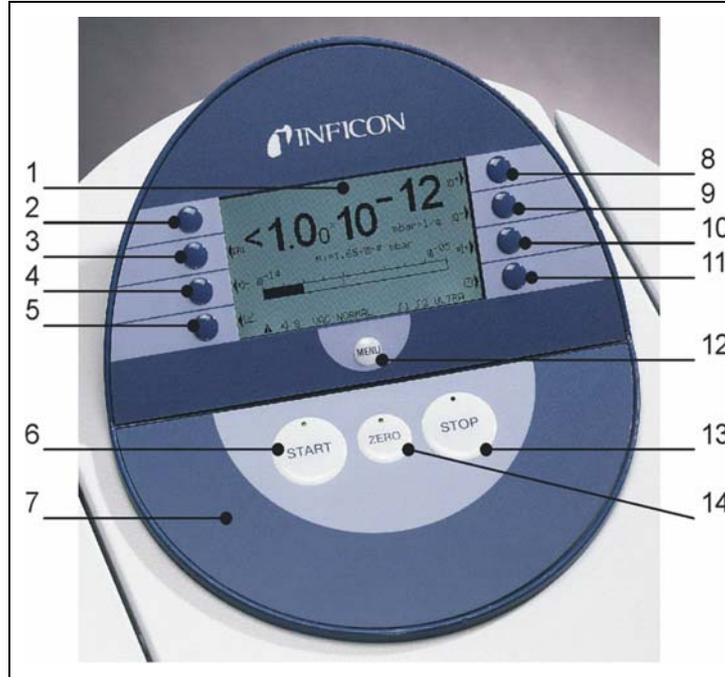

Abb. 4-2 Bedieneinheit
Die **Bedieneinheit** Abb. 4-2/7 enthält ein Flüssigkristalldisplay (LC Display), die **START**, **STOP**, **ZERO** (*Untergrundunterdrückung*) und **MENU** (*Menü*) Tasten sowie acht weitere Tasten für die verschiedenen Menüs und Eingaben.
Die LCD Anzeige Abb. 4-2/1 stellt die Kommunikationsschnittstelle mit dem Gerätebediener dar. Über die Bedieneinheit werden Leckraten, Statusmeldungen des Dichtheitsprüfgeräts, Meldungen, Warnungen und Fehlermeldungen ausgegeben.
Die Betätigung der START Taste Abb. 4-2/6 aktiviert den UL1000 und UL1000 Fab so, dass er mit den Messungen beginnt. Wird im Messmodus die START Taste nochmals betätigt, wird die maximale Leckratenanzeige (Haltefunktion) aktiviert. Es wird dann die maximale Leckrate angezeigt, die seit „START“ aufgetreten ist. Durch erneutes Drücken der START-Taste wird die Haltefunktion neu initialisiert.
Die Betätigung der STOP Taste Abb. 4-2/13 unterbricht die Messungen. Wenn diese Taste länger betätigt wird, wird der Einlass entsprechend den Bedingungen, die im Menü Verzögerung der Belüftung definiert wurden, belüftet. Siehe Kapitel 6.6.1.2 Verzögerung der Belüftung, um die Zeitparameter für die Belüftung einzustellen.
Die Betätigung der ZERO Taste Abb. 4-2/14 aktiviert die Untergrundunterdrückung.
Durch Betätigung der Taste *MENÜ* (Abb. 4-2/2) wird das Auswahlménü auf dem Display angezeigt. Dies funktioniert unabhängig vom Betriebsmodus außer während des Kalibriervorgangs.
Die Funktion der acht Tasten links bzw. rechts vom Display Abb. 4-2/2 ... /5 und / 8 ... /11 hängt vom aktuell ausgewählten Menü ab.
- Taste Nr. 1 Abb. 4-2/2 ist mit der Funktion *zurück/abbrechen* belegt.
- Taste Nr. 8 Abb. 4-2/11 ist die Bestätigungstaste (OK).